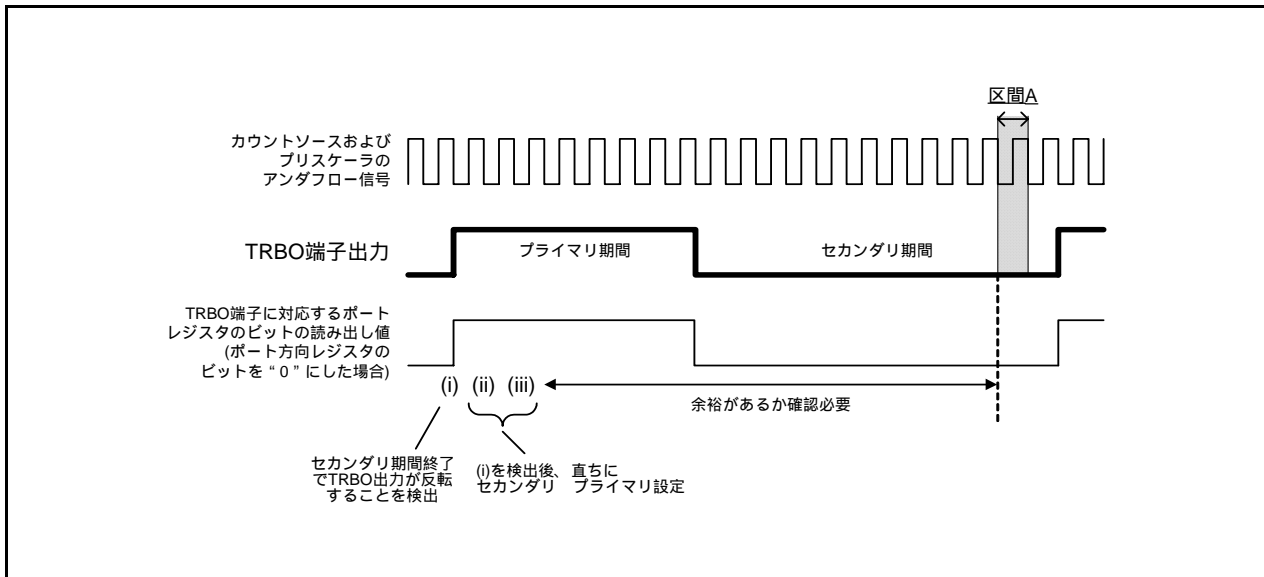

図 17.25 対策例 (b) の TRBO 端子出力値を読む例
- (1) カウント中 (TCSTFビットが“1”)にTRBPRESレジスタ、TRBPRレジスタに書き込む場合は、下記の点に注意してください。
- (2) カウント中 (TCSTFビットが“1”)にTRBSCレジスタ、TRBPRレジスタを変更する場合は、タイマRB割り込み等でTRBO出力周期に対して同期を取り、同一出力周期内で一度だけ行うようにしてください。また、図 17.24および図 17.25の区間Aで、TRBPRレジスタへの書き込みが発生しないことを確認してください。
図 17.25 に示すように TRBO 端子の出力レベルからプライマリ期間の開始を検出し、プライマリ期間の開始直後に、TRBSC レジスタ、TRBPR レジスタへ書いてください。書き込みは区間 A までに終了させてください。なお、TRBO 端子に対応するポート方向レジスタのビットを “0” (入力モード) に設定し、ポートレジスタのビットの値を読むと、読んだ値は TRBO 端子の出力値になります。